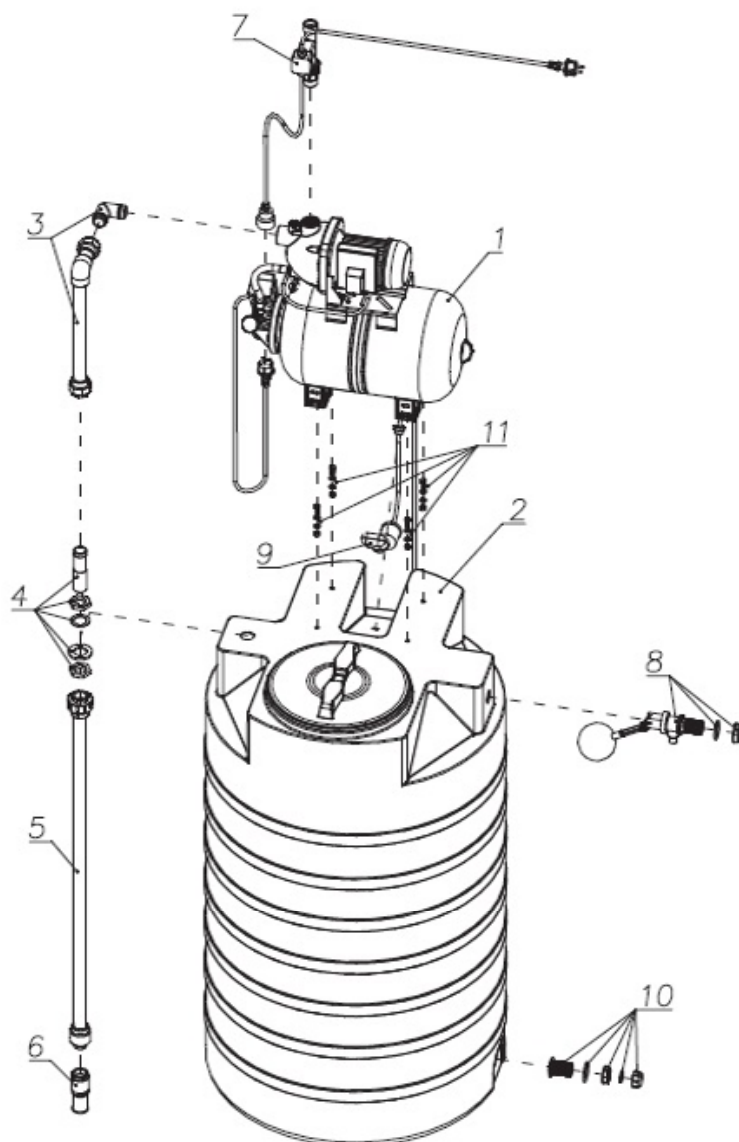

Рис. 3
3.11 Комплект крепежных элементов для соединения АНС с баком (поз.11 рис.3) - 1 комп. (болты М8х20 -4шт., гайки М8-4шт., шайба 8 - 8шт. шайба пружинная 8)
## **4 СБОРКА ОБОРУДОВАНИЯ (рисунок 3)**
4.1.1 Из бака объемом 500 л ( поз.2 рис.3) выкручивается верхняя резьбовая крышка горловины.